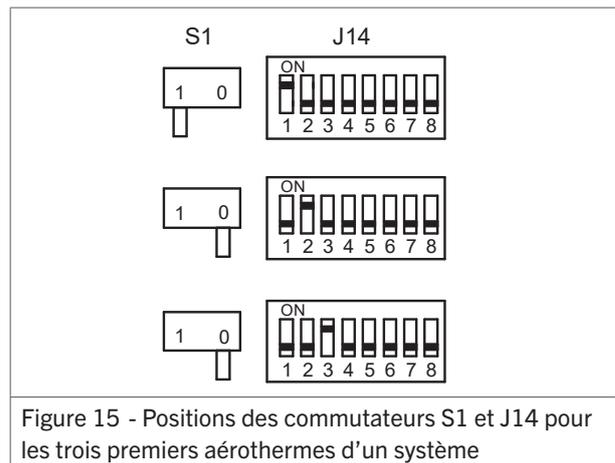

Figure 15 - Positions des commutateurs S1 et J14 pour les trois premiers aérothermes d'un système
1. Positionner comme suit les commutateurs S1 et J14 du module de commande (figure 15):